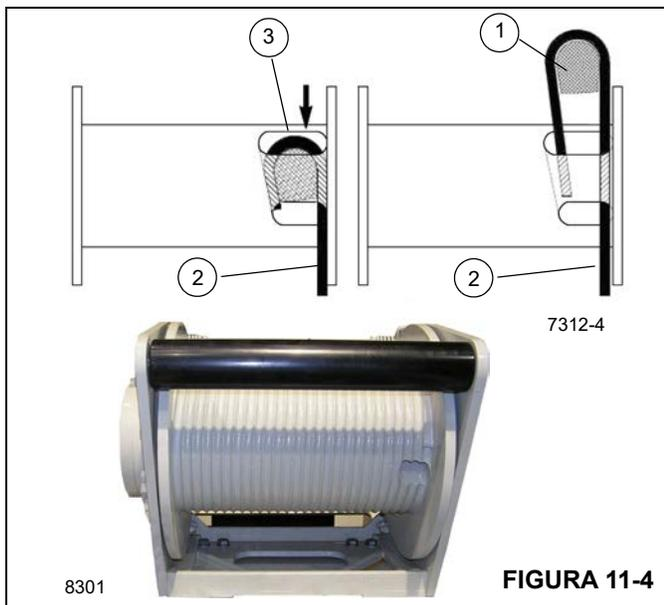

FIGURA 11-4
3. Inserte el cable a través de la ranura y colóquelo alrededor de la cuña de anclaje (1) Figura 11-4.